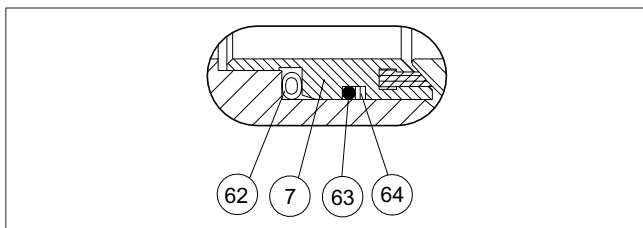

Fig. 28 T-siège
- Ajustez les positions extrêmes d'ouverture et de fermeture à l'aide des vis de butée situées aux extrémités de l'actionneur (cf. fig. 28). La vis de réglage de la position fermée est celle se trouvant le plus près du volant et celle de la position ouverte la plus éloignée. Le sens de rotation du volant est indiqué sur celui-ci (open = ouvert, close = fermé).